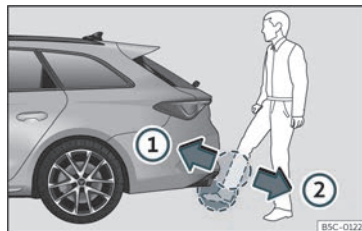

Fig. 84 Portellone del bagagliaio con apertura controllata da sensore (Easy Open).
- Con un movimento rapido, avvicinare un piede e la parte inferiore della gamba il più possibile al paraurti. La parte inferiore della gamba deve avvicinarsi alla zona del sensore superiore e il piede alla zona del sensore inferiore **>>> fig. 84 ①**.
»» **fig. 84** ②. A questo punto il portellone posteriore si apre automaticamente.